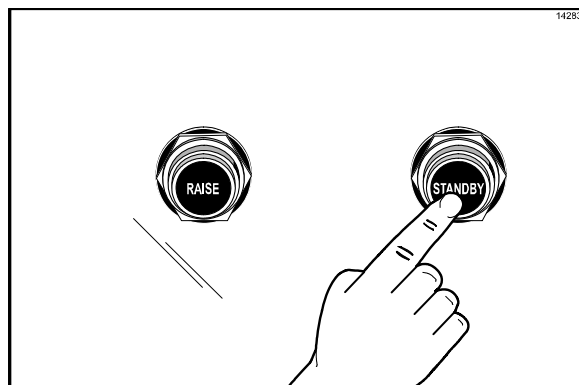

Figura 35
3. Depois de dispor os alimentos de acordo com o método descrito anteriormente, pressione o botão STANDBY para iniciar o ciclo de cozimento. (Veja a Figura 35.)